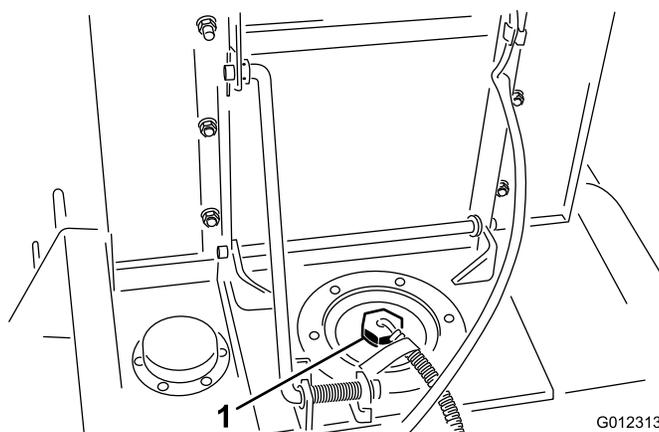

Figura 15
- B. Limpe em redor da cobertura do reservatório (Figura 15).